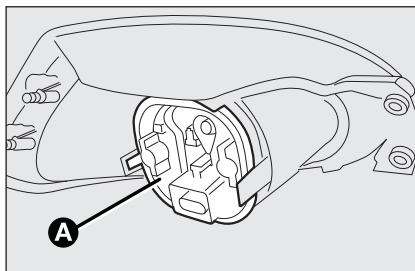

fig. 29
- ☐ débrancher le connecteur électrique et enlever, en agissant sur les trois ailettes de retenue, le couvercle de protection **A-fig. 29**; procéder ensuite au remplacement de l'ampoule intéressée.